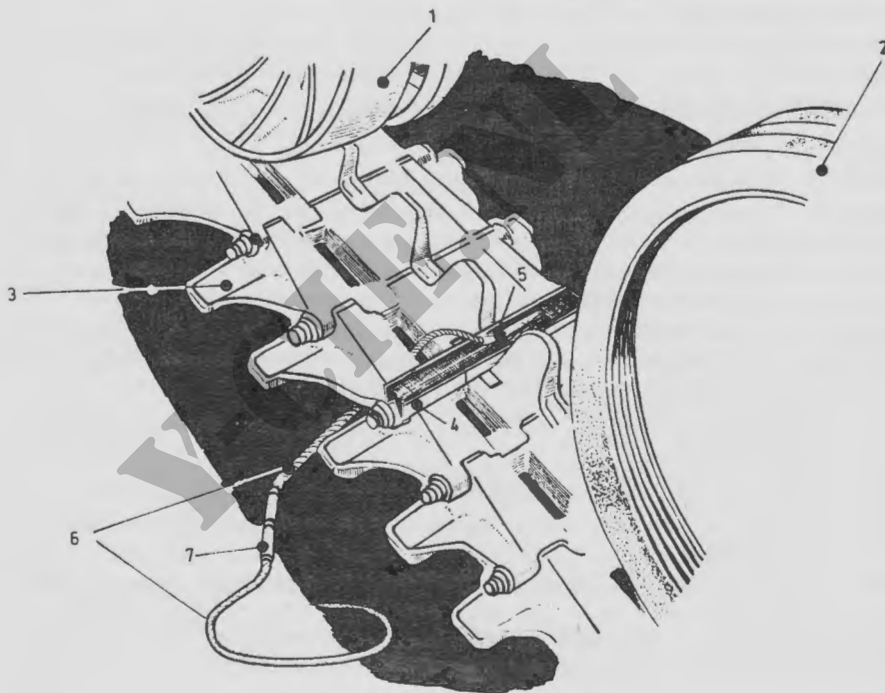

Fig. 65. Juiste wijze van plaatsen van de lading
- j. Plaats de houder nu met de niet gevulde zijde omlaag, op de rupsband (tussen rupsband en houder moet ongeveer 1 cm afstand zijn) boven een rupsbandpen en ongeveer midden tussen spanwiel en eerste loopwiel, voer het vuurkoord haaks op de houder door één van de openingen in de rupsband naar beneden uit (fig. 65).